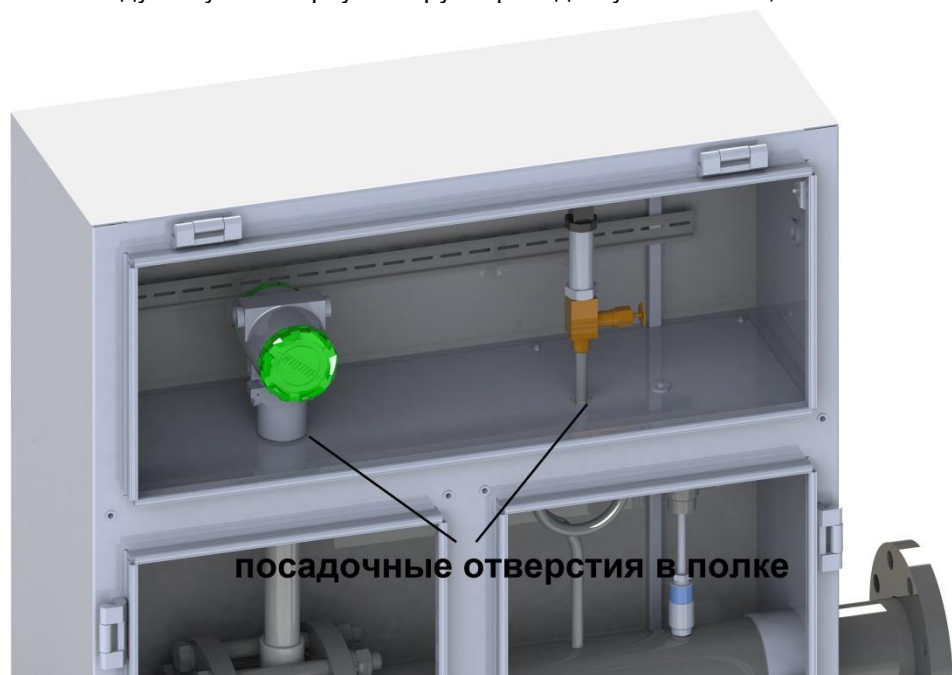

Рисунок 2.3 – Установка полок
- Поступательными движениями (влево – вправо) установить шкаф на трубопроводе так, чтобы при установке полок, стойка датчика расхода и датчика давления располагались в посадочных отверстия в полке (см. **рисунок 2.3**). Зафиксировать полку винтами и гайками. Установить между хомутами корпуса и трубопроводом уплотнитель;